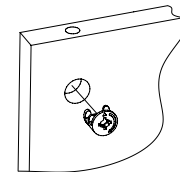

Рис.3
4. Вставить головки минификсов в соответствующие плоскостные отверстия боковин 3, 4, 5, 6, полку 7, 8, 10, 11, фасадной планки 28, царги 12, крышки 1, перегородки 14, задней стенки 15 (Рис. 3).